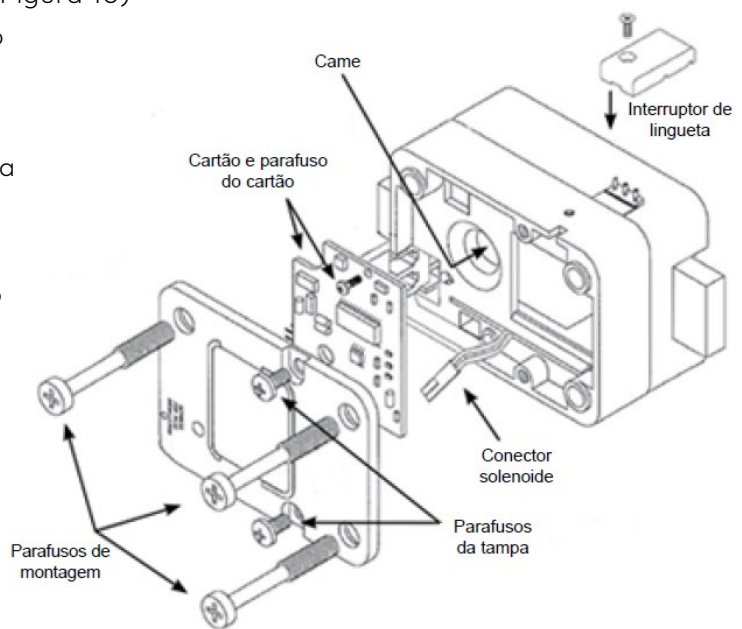
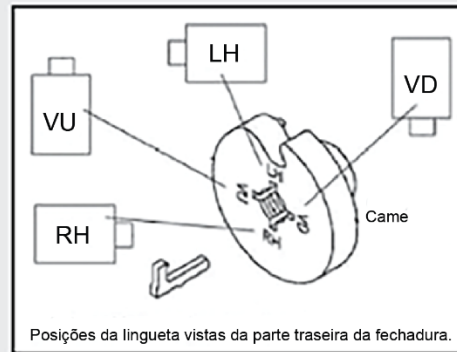

Figura 10
Figura 11
8. Remova os dois parafusos da tampa traseira do conjunto da fechadura e remova a tampa traseira da fechadura (Figura 10).
9. Desconecte cuidadosamente o conector solenoide da placa do sistema. (Se aplicável, desconecte o conector do interruptor de lingueta da placa do sistema.) (Figura 10)
10. Remova o parafuso de montagem da placa do sistema e levante cuidadosamente a placa do sistema para fora do gabinete (Figura 10).
13. Em seguida, gire (no sentido anti-horário) pelo menos meia volta até o eixo fique alinhado com a posição correta da estria. A posição correta da estria na orientação de instalação mostrada em Figura 10 é RH (para uma porta à "Direita"). Consulte o **Gráfico de posição da chave estriada** (Figura 11) para ver todas as posições de montagem.